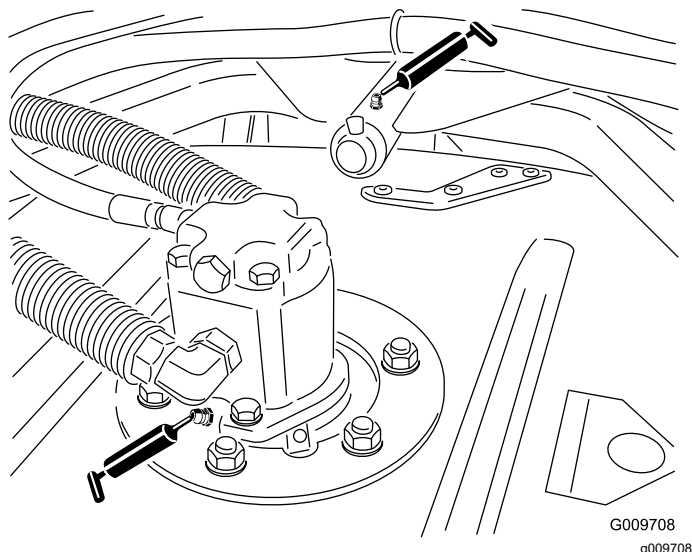

Figure 48
- Roulements d'axes de pivot d'unité de coupe (2 par unité de coupe), comme montré à la Figure 48
- Bagues de bras de bâti porteur d'unité de coupe (1 par unité de coupe), comme montré à la Figure 48